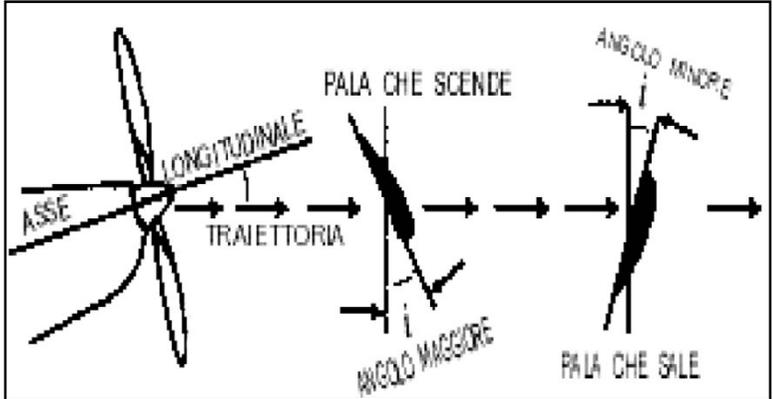

FIG. 38 - FATTORE "P"
d) **Fattore "P"** (P sta per **portanza**): nel **volo lento**, a causa dell'assetto cabrato dell'aereo, la pala discendente di un'elica destrorsa (come in Fig. 38) si trova sulla destra dell'**aeroplano** e incontra la traiettoria con un **angolo d'incidenza** maggiore di quella che sale; essendo dotata perciò di una velocità d'avanzamento maggiore di quella della pala ascendente, il risultato è un **momento** imbarcante verso sinistra. **FIG. 38**